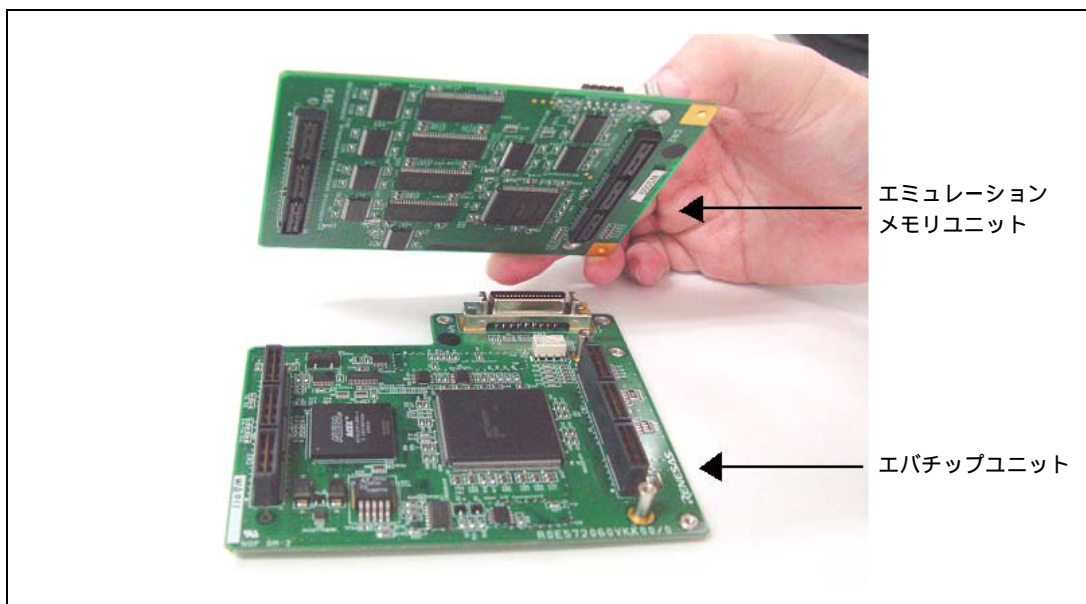

図 2.6 エミュレーションメモリユニットとエバチップユニットの接続方法
- エミュレーションメモリユニットとエバチップユニットを組み合わせるご使用になる場合には、図2.6のようにエミュレーションメモリユニットとエバチップユニットを接続してください。